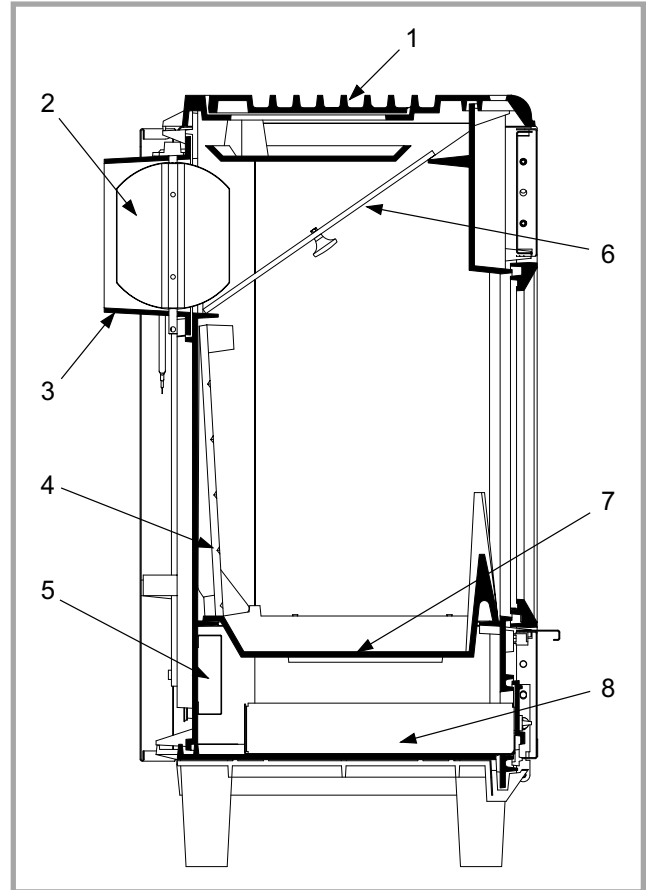
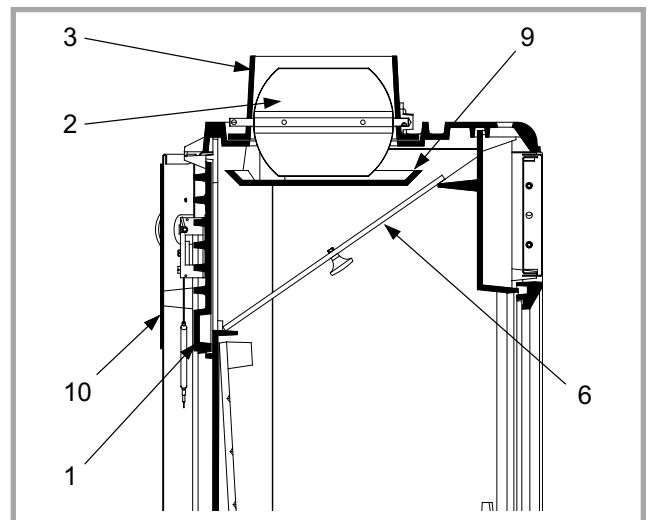

Figure 3 - Coupe schématique départ de fumée arrière
Figure 4 - Coupe schématique départ de fumée au dessus
Au départ de l'usine, la buse de l'appareil est montée pour un départ de fumée à l'arrière (fig. 3).
Pour un départ de fumée au dessus (fig. 4) :
- La chicane 6 doit être mise en place en haut de la chambre de combustion (fig. 3 et fig. 4).